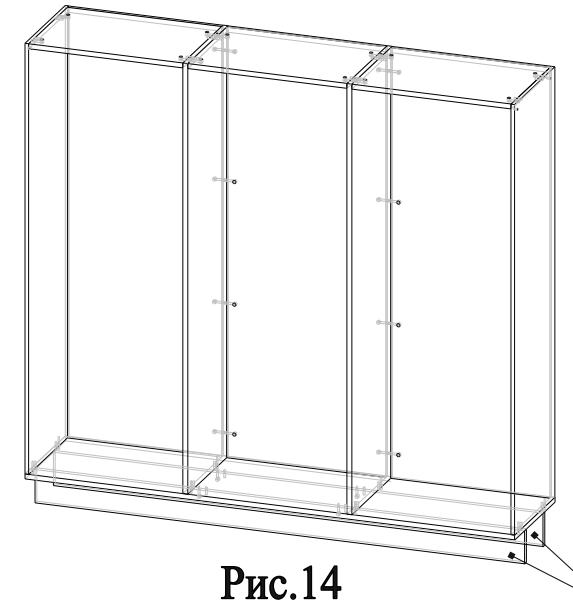

Рис.14
25. Соединить детали 8 с деталью 7, затянуть эксцентрики по часовой стрелке до упора (рис.14);